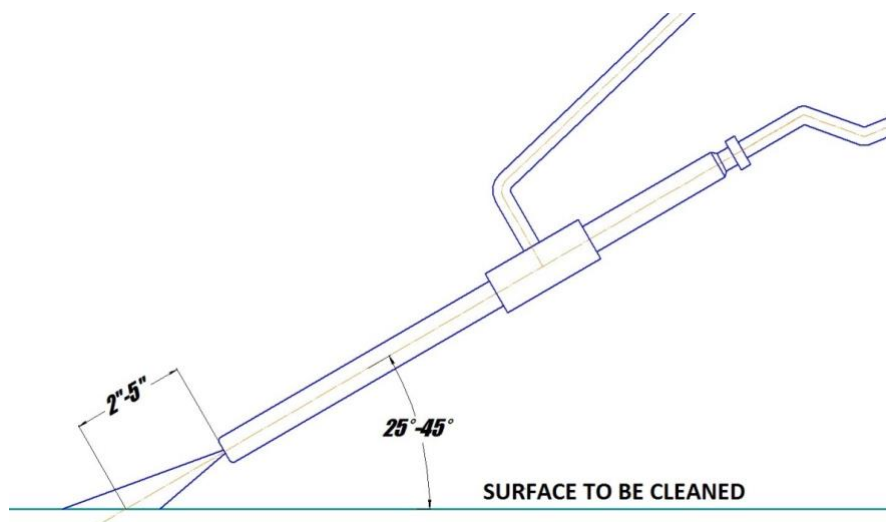

Figura 5.3 - Posición de la lanza para obtener mejores resultados de limpieza
Una vez que la unidad hidráulica está operativa y el chorro de agua fluye desde la lanza, el operador del ROV tiene que encontrar la distancia más efectiva entre la boquilla de la lanza y la superficie que se limpia. (Ver figura 5.3)
2. La técnica de operación más eficiente es mantener la boquilla a una distancia de 2 a 5 pulgadas (5 a 12 cm) de la superficie que se va a limpiar y en un ángulo de 25 a 45 grados con respecto a la superficie que se está limpiando (Ver Figura 5.3). El operador del ROV debe observar la forma del cono del chorro en cavitación. A mayores profundidades, la presión ambiental más alta hará que el cono del chorro sea más corto. La zona más ancha del cono es la parte más eficiente del chorro de cavitación. Colocar la boquilla a menos de 5 cm (2 pulgadas) de la superficie que se está limpiando no permitirá un rendimiento de cavitación eficiente y degradará la capacidad de limpieza del CaviBlaster.